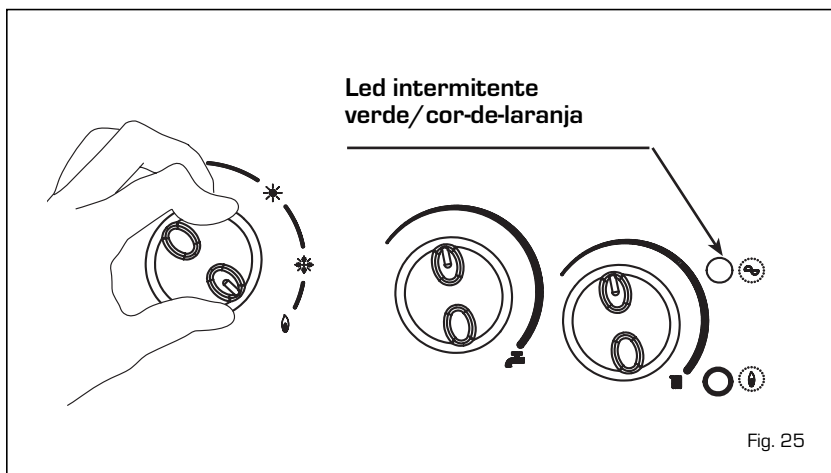

Fig. 25
4.6.2 Função limpa-chaminés (fig. 25)